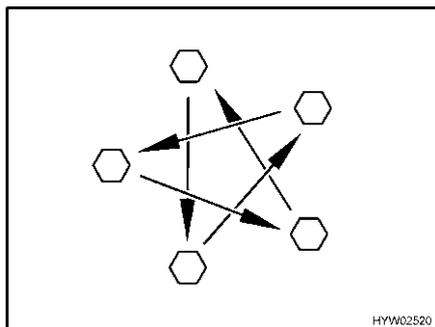

Fig. 230 Serrare a croce i dadi o i bulloni delle ruote
- Controllare regolarmente il serraggio dei dadi o dei bulloni. Regolare a croce (Fig. 230) il serraggio dei dadi o dei bulloni di una ruota sostituita dopo circa 50 km.
- ▷ Serrare a croce i dadi o i bulloni delle ruote (Fig. 230).